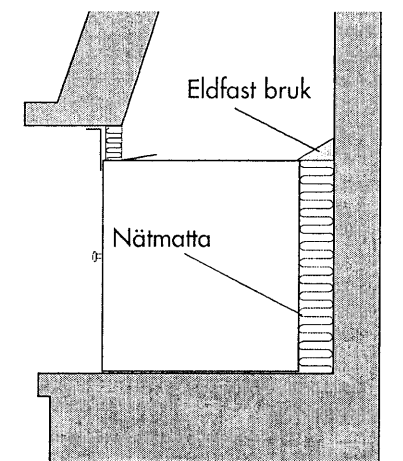

Fig 2
4. Ovanpå isoleringen gjuts en sluttande kant med eldfast bruk (se fig. 2). Alternativt kan isoleringen täckas med plåt.